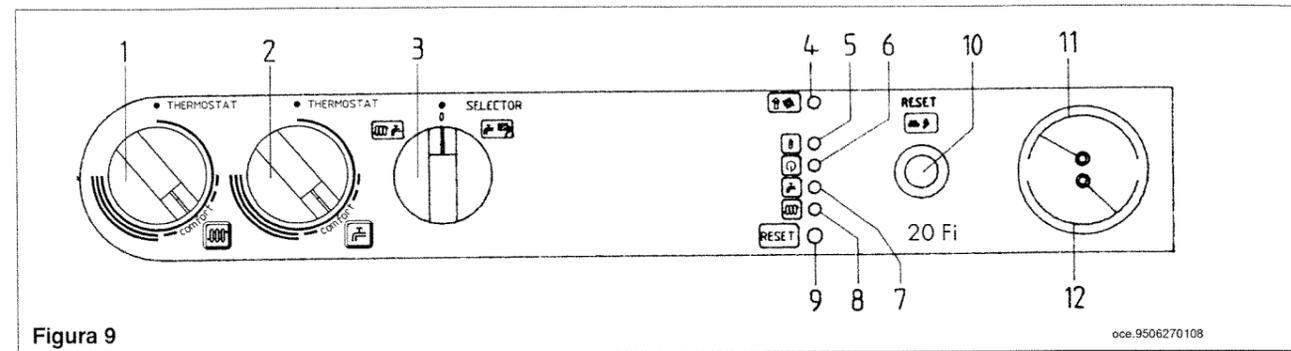

Figura 9
- * aprire il rubinetto gas e ruotare la manopola (3) di figura 9 predisponendo la caldaia in posizione Estate (☀️);
Con questo potenziometro è possibile regolare il tempo di attesa in riscaldamento ad ogni intervento del dispositivo di regolazione (1 figura 9 pagina 13) da 1 a 7 minuti.